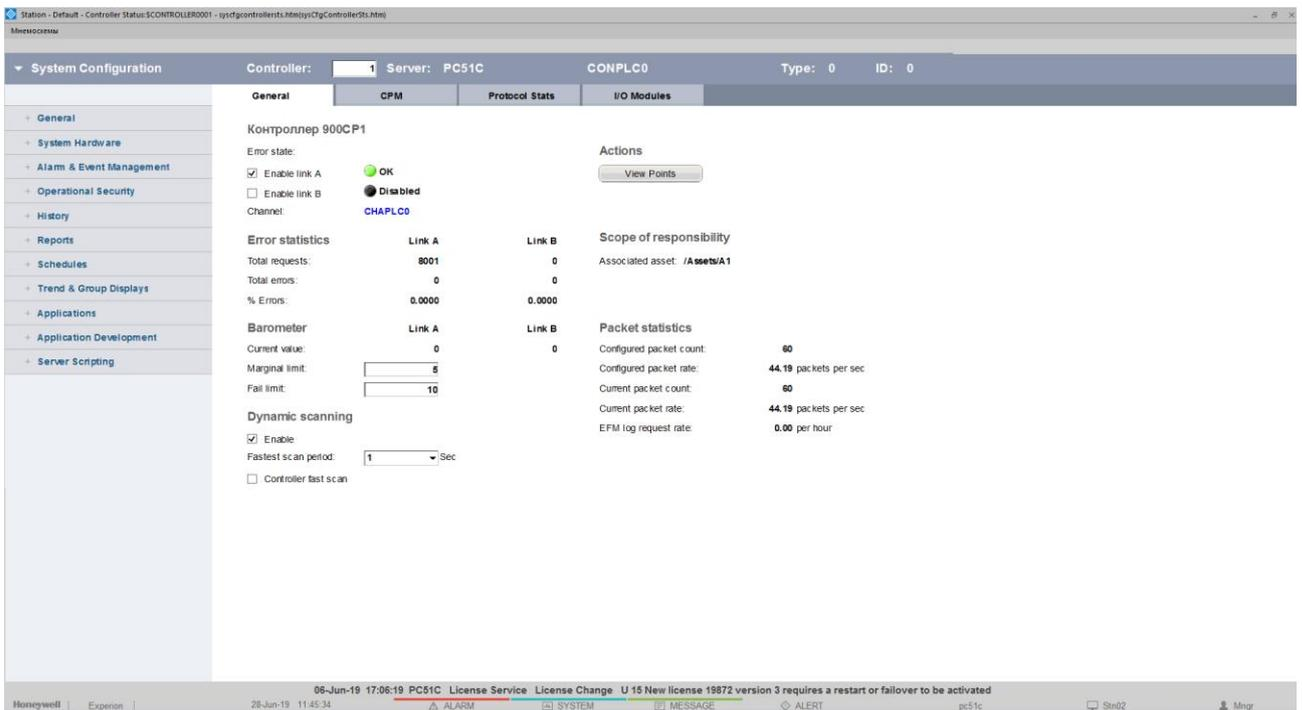

Рисунок 12 – Контроллеры в состоянии ОК
- Состояния контроллеров в SCADA – ОК (Рис. 12). Для просмотра состояния контроллеров перейдите на окно администрирование и нажмите кнопку «Контроллеры».